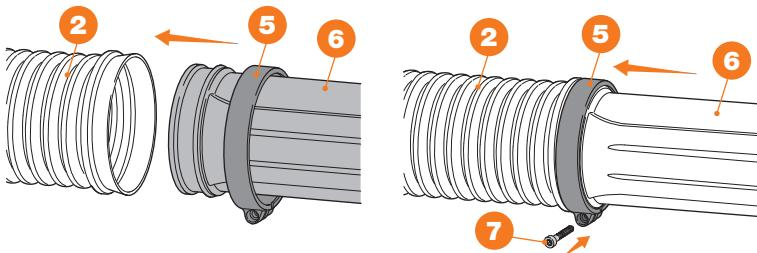

Рис. 2
- Наденьте зажим **5** (без держателя троса дроссельной заслонки) на трубу выдувания **6** (рис. 2).
- Расположите трубу выдувания **6** как показано на рис. 2.